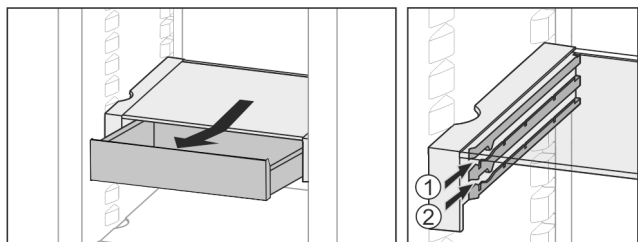

Fig. 32
- ▶ Zasuňte v libovolné výšce Fig. 32 (1) nebo Fig. 32 (2).